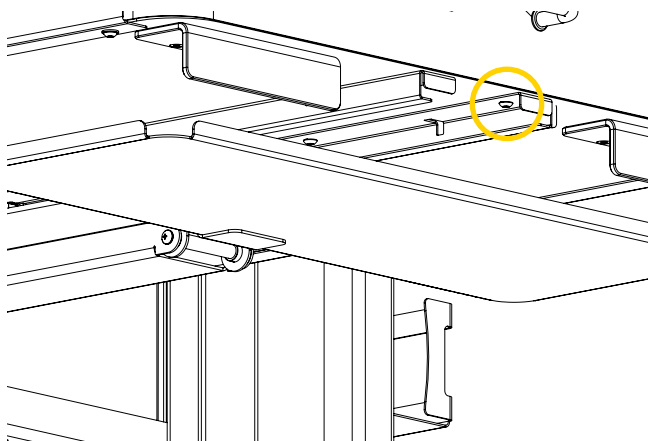

Figure 13: Desserrage des vis sous le rail du côté droit du mécanisme coulissant en 2-parties (2 de 2)
- B. Pousser le plateau pour clavier horizontalement pour l'insérer et atteindre la dernière vis (Figure 13), puis desserrer à l'aide d'une clé 1/8 po.